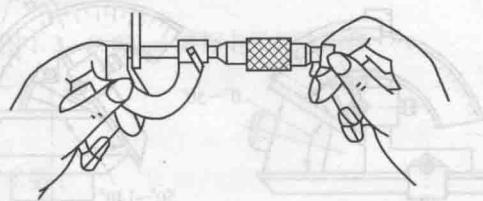

图 1.11 千分尺的使用
(1) 千分尺应保持清洁。使用前应先校准尺寸,检查活动套筒上零线是否与固定套筒上基准线对齐,如果没有对准,必须进行调整。
(2) 合理操作。测量时,最好双手掌握千分尺,左手握住弓架,用右手旋转活动套筒,当螺杆即将接触工件时,改为旋转棘轮盘,直到棘轮发出“咔”“咔”声为止,如图 1.11 所示。
(3) 从千分尺上读取尺寸,可在工件未取下前进行,读完后,松开千分尺,再取下工件。也可将千分尺用锁紧钮锁紧后,把工件取下后读数。
(4) 千分尺只适用于测量精确度较高的尺寸,不能测量毛坯面,更不能在工件转动时去测量。